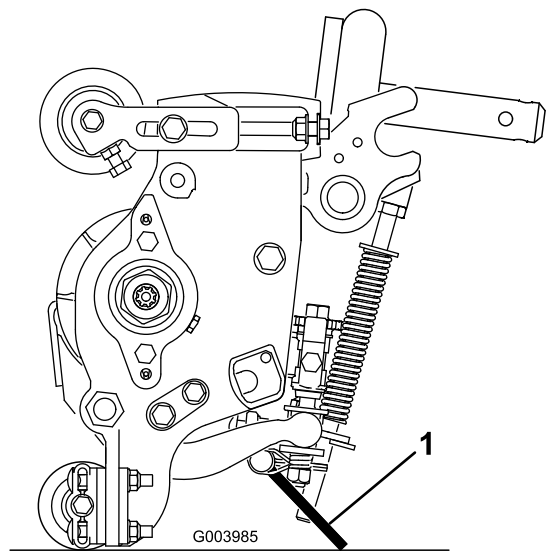

**Figure 30**
- 6. Répétez la procédure pour les 4 autres traversées, comme montré de la Figure 27 à la Figure 30.